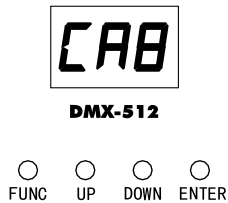

Fig.10
- Premere il tasto FUNC fino a quando sul display non appare [CA8] (fig.10).